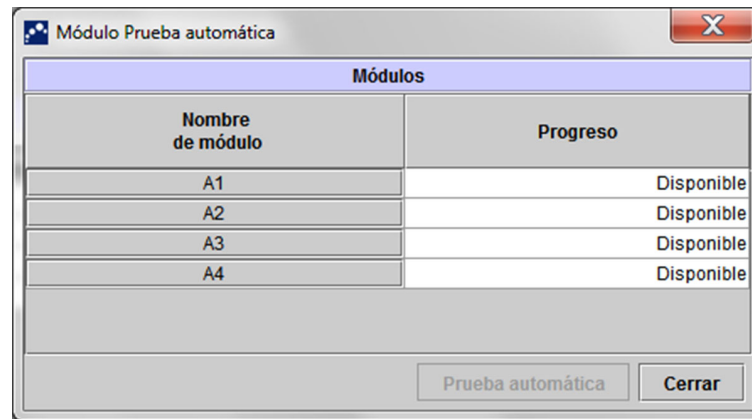

Figura 9-34. Cuadro de diálogo Prueba automática del módulo
3. Haga clic en **Mantenimiento** en la barra de menús y seleccione **Realizar prueba automática**. Aparece el cuadro de diálogo Prueba automática del módulo. Consulte la figura 9-34.